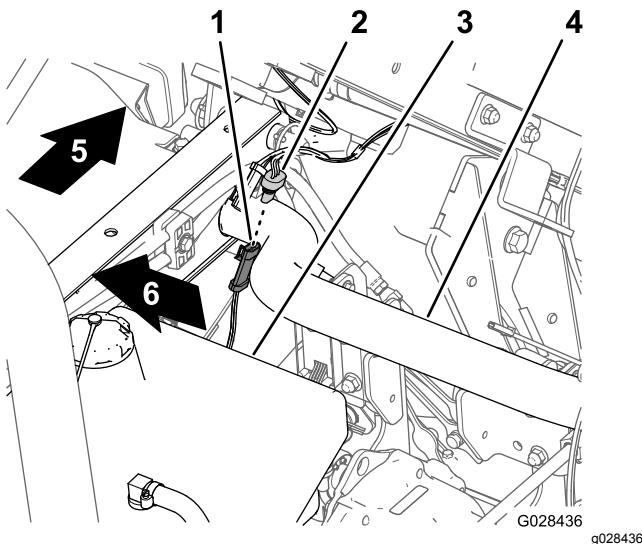

Figura 17
1. Nel cablaggio preassemblato dell'irroratrice, individuate il connettore a 3 prese per il circuito del sensore di velocità (Figura 17).
dell'irroratrice per il sensore di velocità (Figura 17). | |